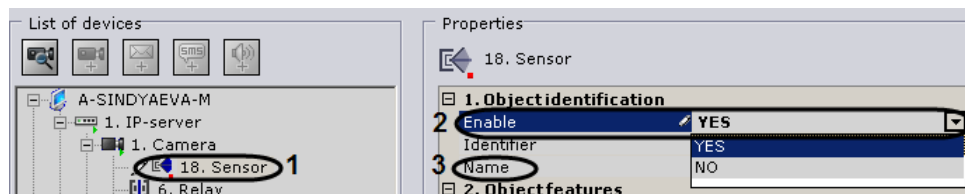

Fig. 6.4—23 Configuring a Sensor Object
1. Select a **Sensor** object in the objects tree (Fig. 6.4—23, 1).
2. Enable the device (Fig. 6.4—23, 2).